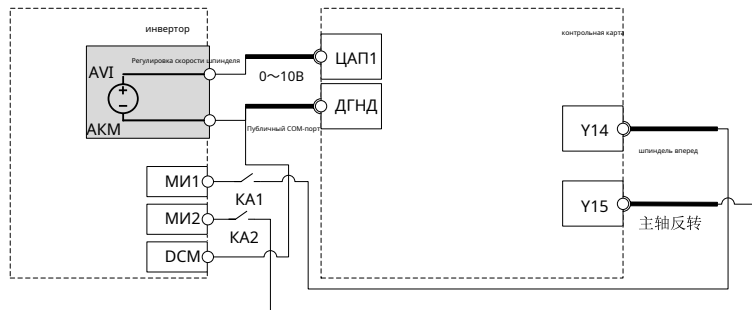

Рисунок 5-6-3
(2) (2) Схема 2 Метод прямого подключения платы управления показан на рис. 5-6-3.